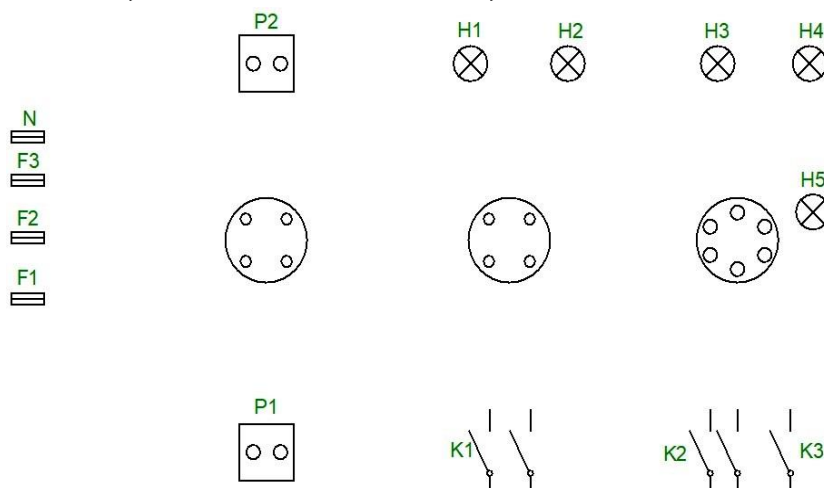

Figura 1.14 Plasarea simbolurilor pe foia de desen în Proficad
- Plasez cele două prize din **Simboluri grafice – casă simboluri electrice - prize** (înainte de a plasa prizele le creez ca simboluri cum am prezentat la punctul (7) de la 1.3.1);
3. După plasarea și notarea aparatelor obțin schema din figura 1.14